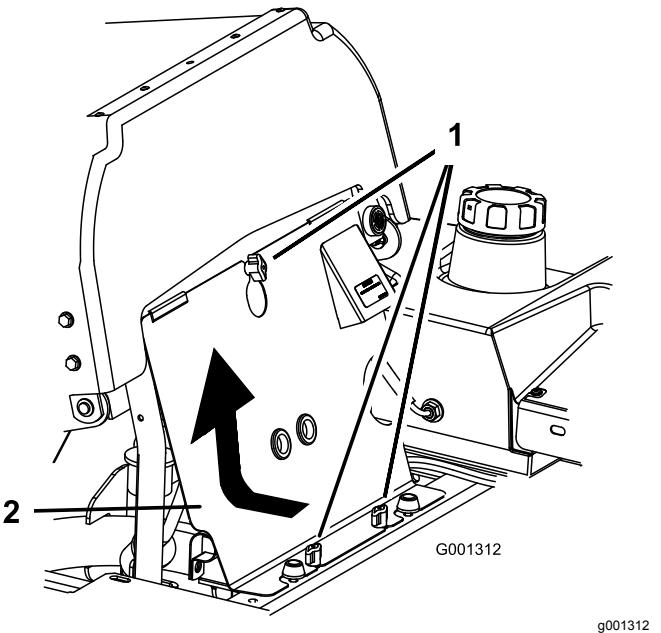

Bild 85
3. Lösen Sie die Handräder an der vorderen Motorverkleidung und nehmen Sie die Verkleidung ab (Bild 85).